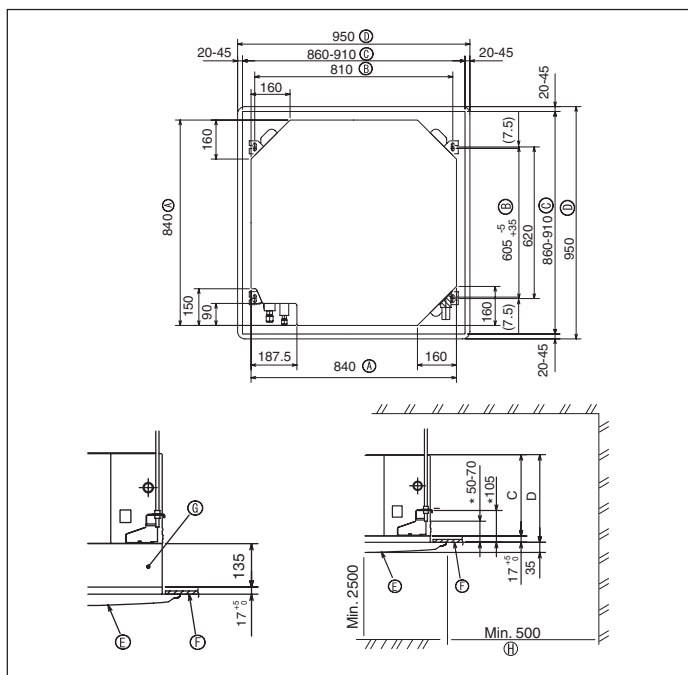

Fig. 3-2
④	Лента	8
⑤	Винт с прокладкой (M5 x 25) для установки решетки	4
⑥	Соединительная муфта для дренажа	1
⑦	Изоляция	1
⑧	Гайка раструбного стыка 1/4F(P60)	1
3.2. Расположение отверстия в потолке и навесных болтов (Fig. 3-2)
* Размер потолочного отверстия можно регулировать в пределах, указанных на Fig. 3-2, таким образом, чтобы отцентровать главный прибор в потолочном отверстии, обеспечив одинаковые зазоры по всем соответствующим противоположным сторонам.